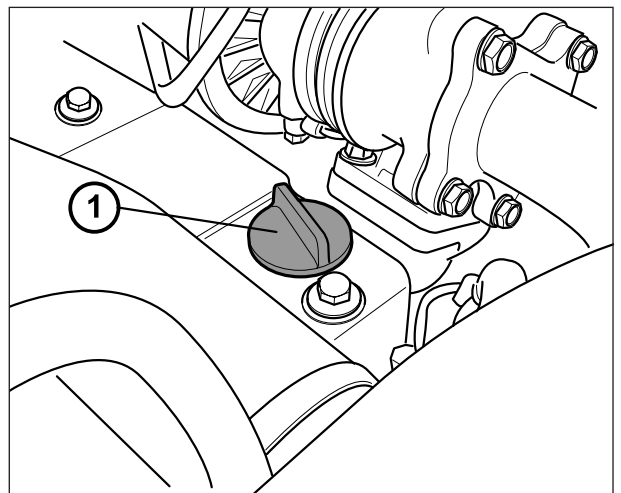

Fig. 88
- Si es necesario agregar aceite por la abertura (1) Fig. 88 hasta alcanzar el nivel "MAX".